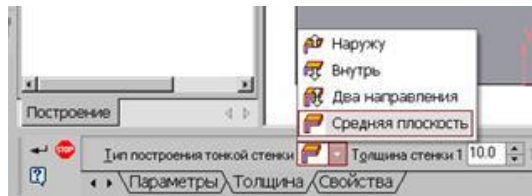

Рис.34 Выбор толщины ребра
5. Для построения ребер жесткости служит кнопка  Рёбра жесткости. На панели свойств команды (рис.34) закладка Толщина позволяет выбрать Толщину ребра жесткости. Закладка Параметры позволяет определить:
3. С помощью кнопки Местный вид на странице Ассоциативные виды (рис.34) строим местный вид, для которого можно выбрать свой масштаб, например, 2:1 с помощью контекстного меню редактирования вида (рис.32), которое вызывается щелчком правой кнопкой мыши на выделенном виде. При изменении масштаба следует изменить обозначение местного вида: А (2:1).